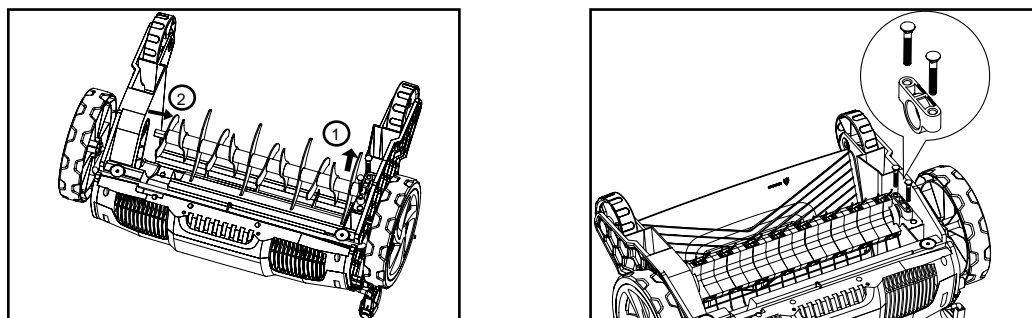

Рис. 16
5. Установите новое режущее устройство (рис.16).
**ПРИМЕЧАНИЕ:** Установите грабли в соответствии с правильным направлением (рис.16).